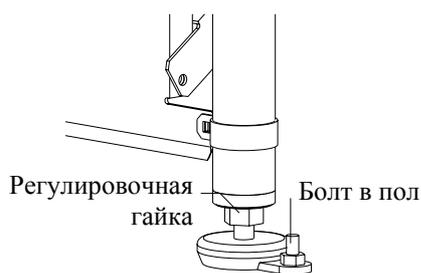

Рис. 5 Ножка и болт в пол.
**5** С помощью регулировочных гаек отрегулировать ножки грейдера (см. Рис. 5) так, чтобы грейдер был ровно горизонтально установлен как по ширине, так и по длине. Для этого при установке используйте уровень:
**7** Вставить болты в просверленные отверстия и затянуть. (см. Рис. 5).